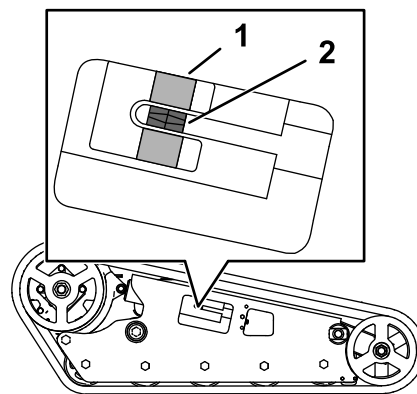

Figure 58
Vérifiez que le bloc de tension est aligné sur le guide vert de l'autocollant ou qu'il se trouve à 1,3 cm (½ po) de l'arrière de la fente du tube de tension (Figure 58).
- À l'aide d'un rochet de ½ pouce, tournez la vis de tension jusqu'à ce que le bloc de tension soit aligné sur le guide vert de l'autocollant ou se trouve à 1,3 cm (½ po) de l'arrière de la fente du tube de tension (Figure 58).
- Vérifiez que le bloc de tension est aligné sur le guide vert de l'autocollant ou qu'il se trouve à 1,3 cm (1/2 po) de l'arrière du tube de tension pour les deux chenilles (Figure 58). Réglez-la si nécessaire.